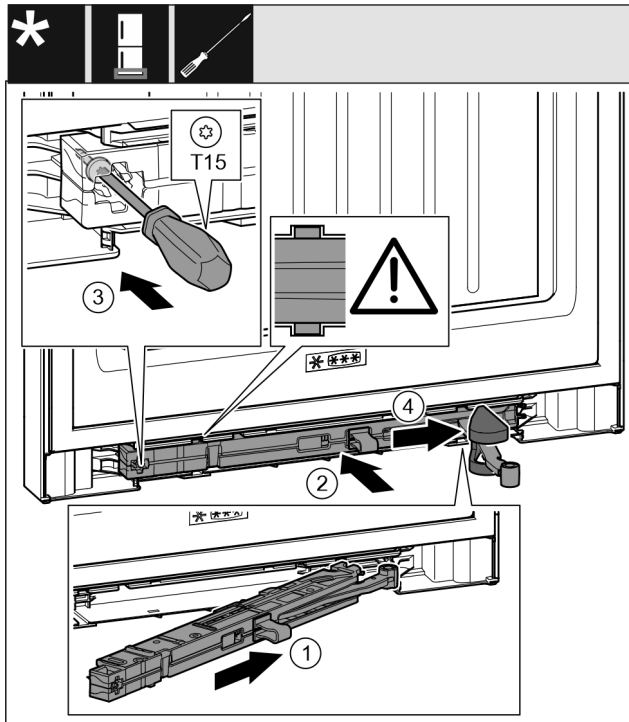

Fig. 37
- ▶ Shtyni pjerrtas deri në fund brenda në fole njësinë e amortizatorit të mbylljes, në anën e bazamentit mbështetës. Fig. 37 (1)
- ▶ Shtyni njësinë e amortizatorit të mbylljes plotësisht brenda në fole. Fig. 37 (2)
- ▶ Mbërtheni fort vidën me një kaçavidë T15. Fig. 37 (3)
- ▶ Shtyni kapakun mbulues mbi krahun e mbylljes. Fig. 37 (4)